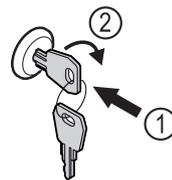

Fig. 180
- ▶ Schlüssel hineindrücken. Fig. 180 (1)
- ▶ Schlüssel um 90° im Uhrzeigersinn drehen. Fig. 180 (2)